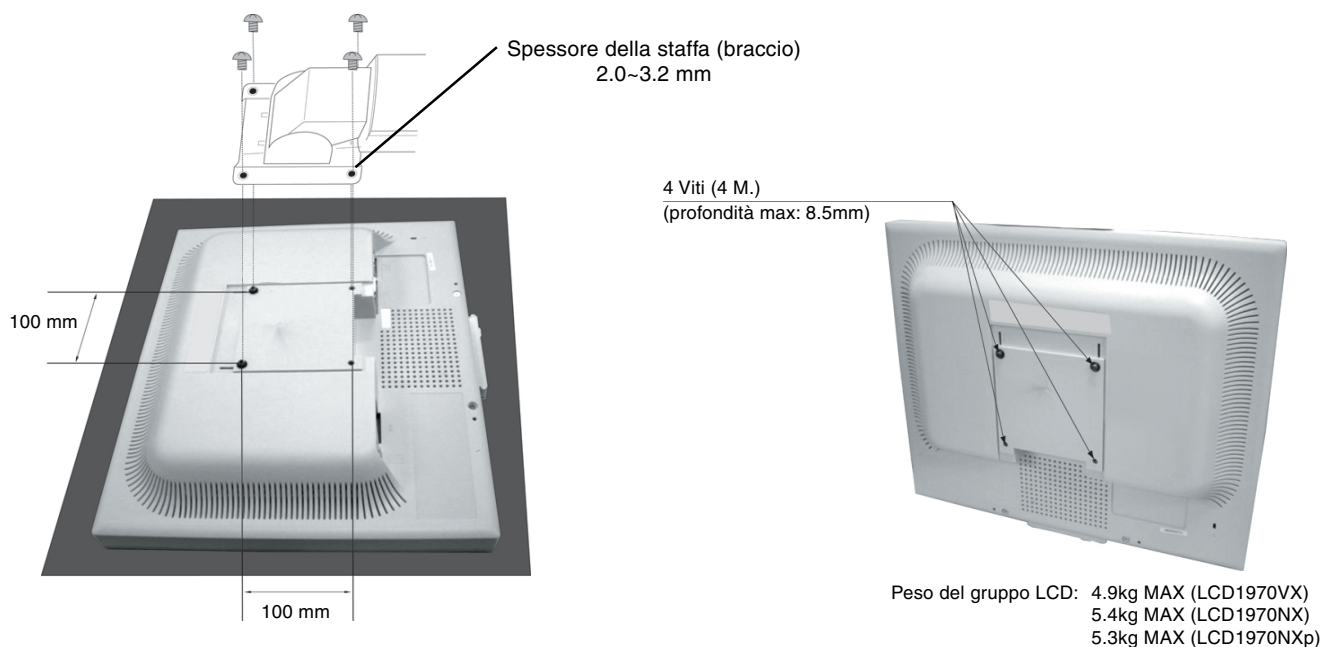

Figura F.1
2. Utilizzare le 4 viti dopo aver smontato il supporto e attaccare il braccio al monitor (**figura F.1**).